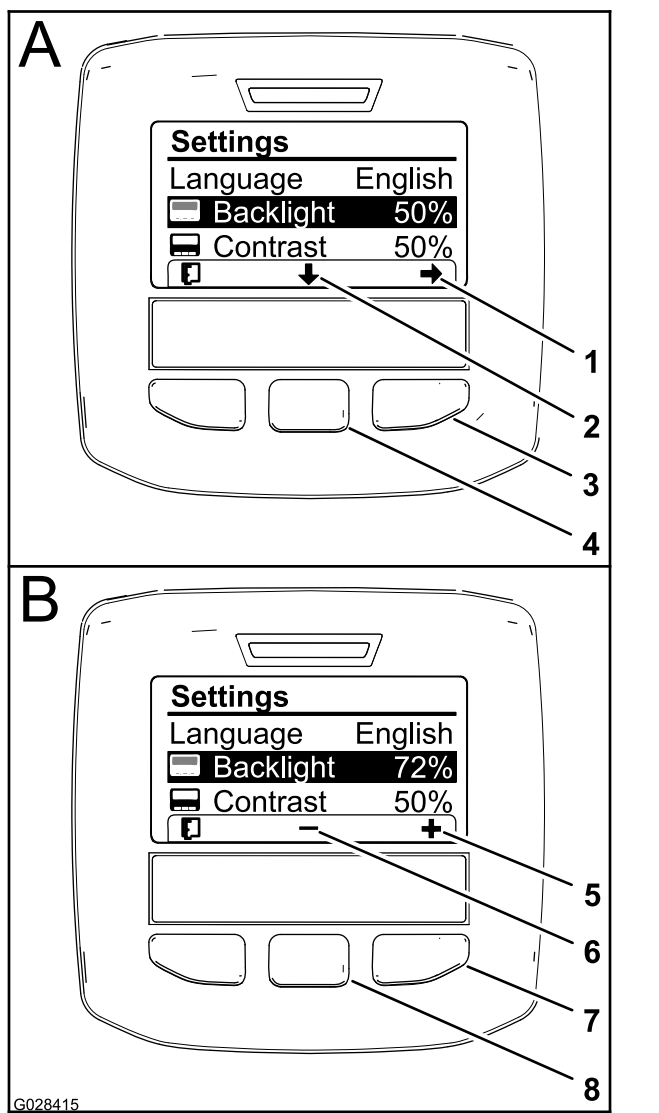

Figura 30
seleccionada hacia abajo a Retroiluminación (Figura 30).
- Pulse el botón de selección derecho para mostrar el menú contextual Ajuste de valor (Figura 30).
- Utilice los botones de selección central y derecho para modificar el nivel de brillo de la pantalla (Figura 30).
- Pulse el botón de selección izquierdo (el botón situado debajo del icono de lista de la pantalla) para guardar la selección, salir del menú Retroiluminación y volver al menú Configuración (Figura 30).
- Para ajustar el nivel de contraste de la pantalla, pulse el botón de selección central (el botón situado debajo del icono de flecha abajo en la pantalla) para mover la opción seleccionada hacia abajo a Contraste (Figura 30).
- Pulse el botón de selección izquierdo (el botón situado debajo del icono de Lista de la pantalla) para guardar la selección, salir del menú Contraste y volver al menú Configuración (Figura 30).
- Pulse el botón de selección izquierdo para salir del menú Configuración y volver al Menú principal (Figura 28 y Figura 30).
- Pulse el botón de selección izquierdo para volver a la pantalla de Inicio (Figura 30).